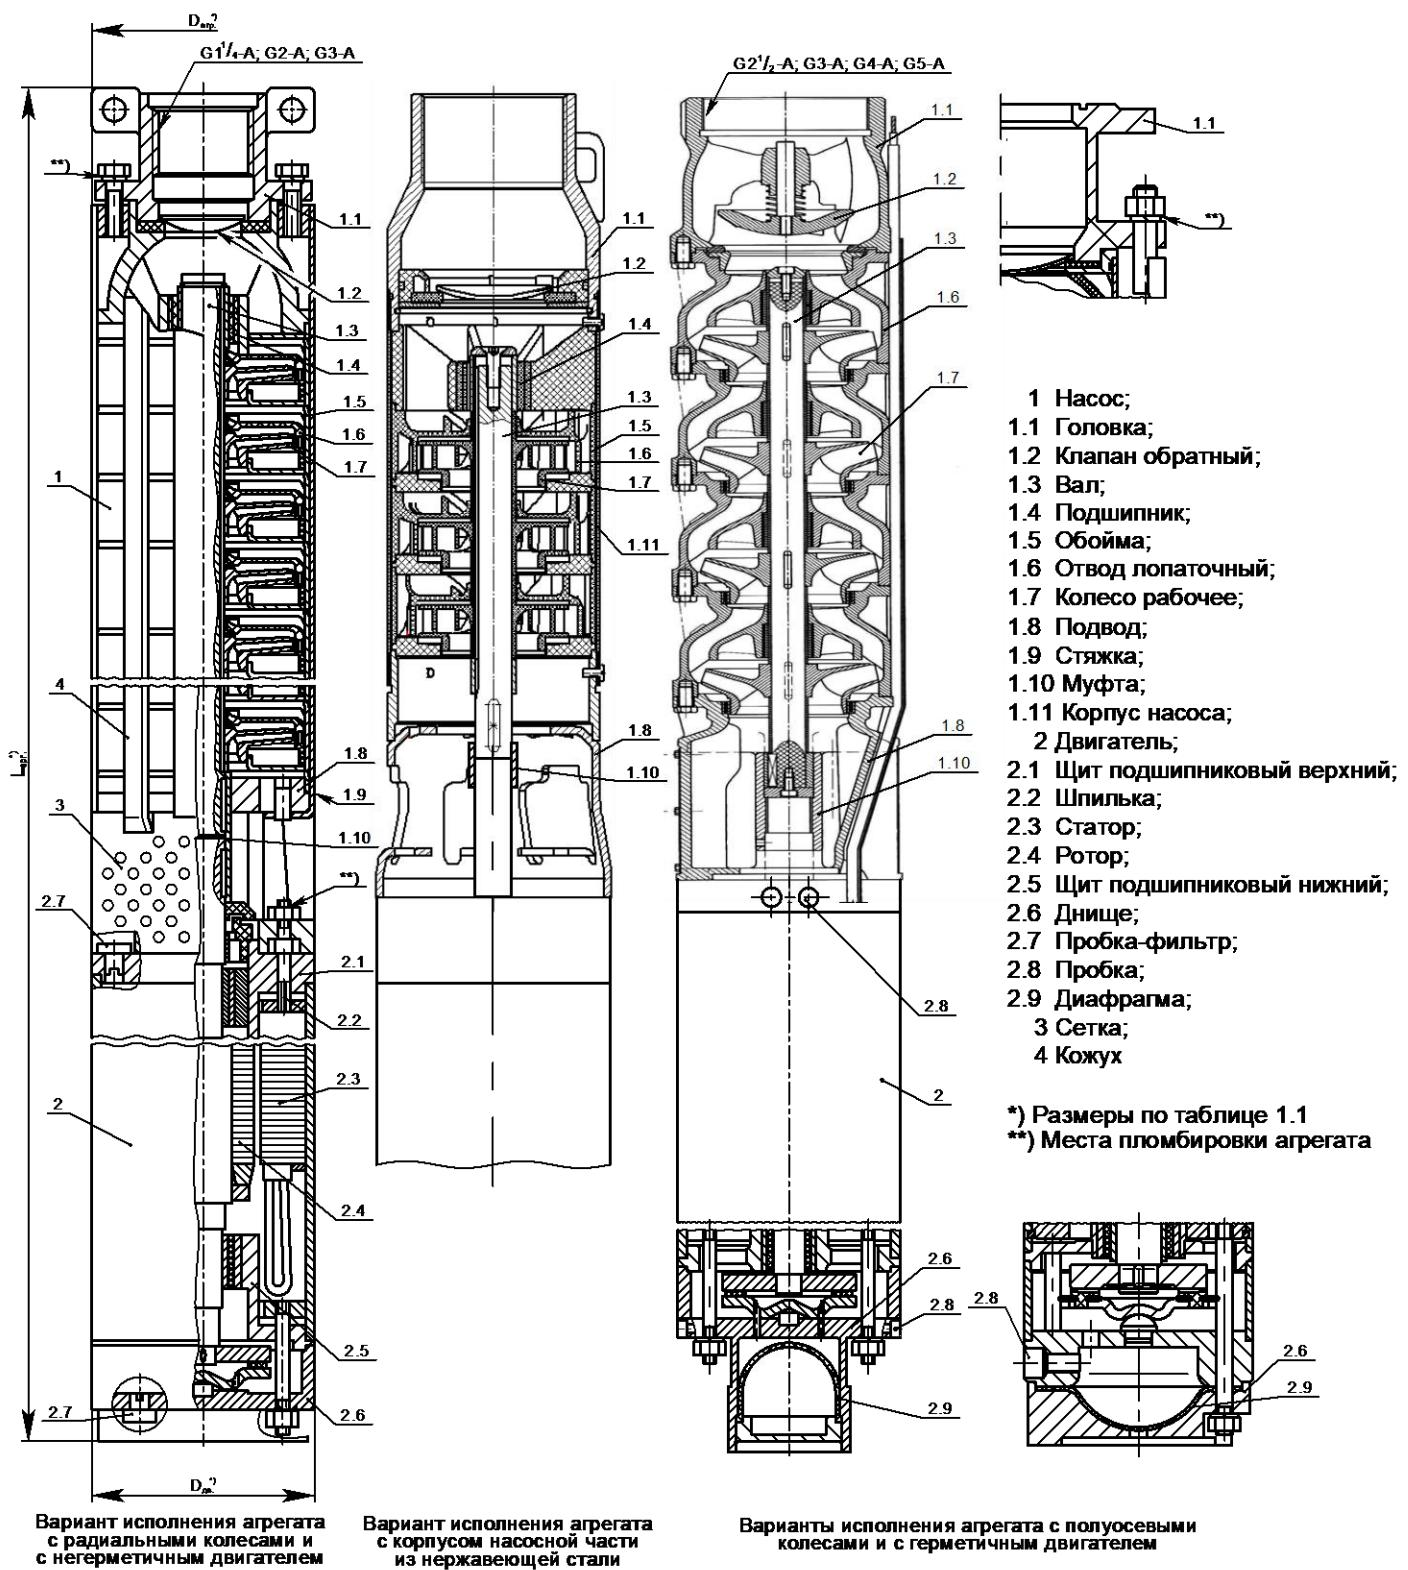
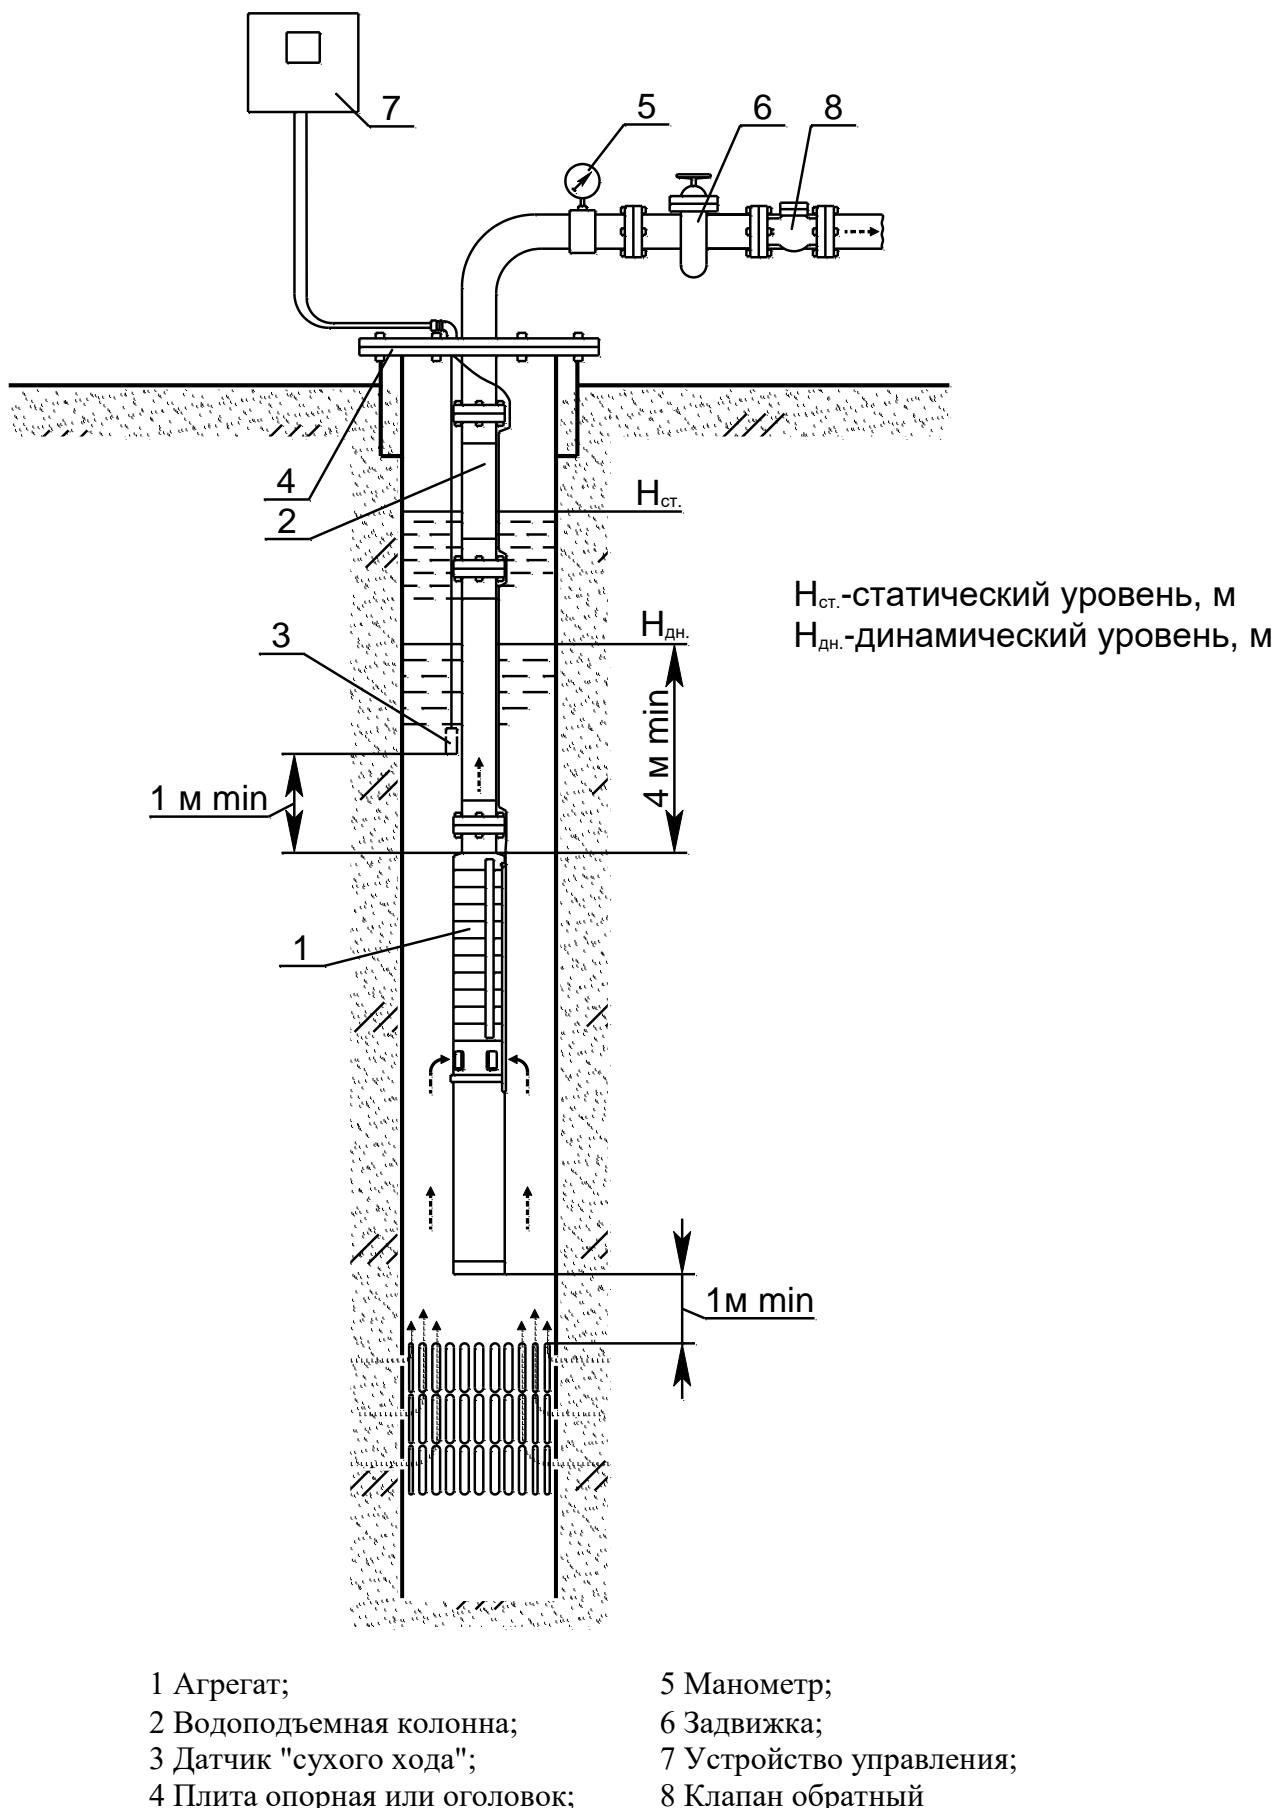

Рисунок 3.1
Рисунок 3.2
3.1.1 Насос 1 выполнен многоступенчатым. Каждая ступень состоит из колеса рабочего 1.7, отвода лопаточного 1.6, обоймы 1.5. Вал 1.3 с собранными на нем рабочими колесами 1.7 и другими деталями вращается в резинометаллическом подшипнике 1.4. Смазка подшипника осуществляется перекачиваемой водой. Головка 1.1 насоса имеет резьбу (приложение А) или фланец (приложение Б) для подсоединения агрегата к водоподъемной колонне 2 (рисунок 3.2). Для удержания столба воды в водоподъемной колонне при остановках насоса и обеспечения плавного запуска при повторных пусках агрегата служит клапан обратный 1.2 (рисунок 3.1). Подвод 1.8 насоса является приемной камерой для забора воды из скважины. Ступени насоса, головка 1.1 и подвод 1.8 соединены стяжками 1.9.
- погрузку, разгрузку и перемещение агрегата осуществлять за проушины головки 1.1 (рисунок 3.1) или за отверстия во фланце;
- пуск в работу незаполненного водой агрегата (агрегат должен быть погружен в скважину как показано на рис.3.2.);
4.6 При подключении агрегата к устройству управления 7 (рисунок 3.2) необходимо соблюдать требования безопасности, изложенные в эксплуатационной документации на это устройство.
- установите агрегат под углом примерно 45° таким образом, чтобы пробки 2.8 (рисунок 3.1) в верхнем щите двигателя находились в наивысшей позиции;
П р и м е ч а н и е - Негерметичный двигатель заполняется водой в скважине через пробки-фильтры 2.7 (рисунок 3.1).
Понижение динамического уровня воды в скважине контролируется датчиком "сухого хода" 3 (рисунок 3.2).